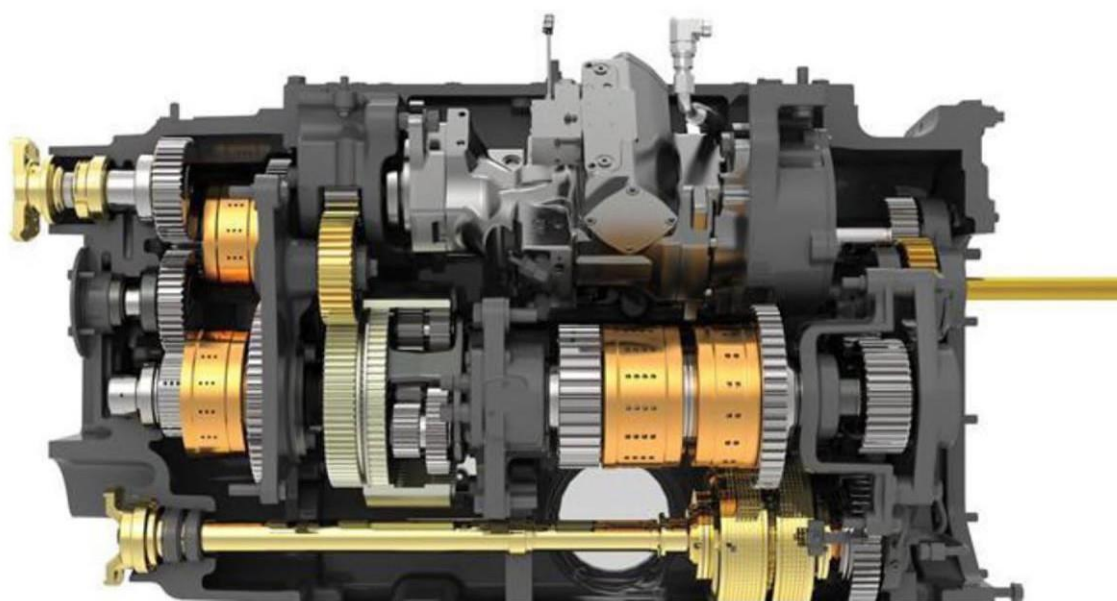

Рис.3 Коробка передач Power Shift трактора Case Magnum 315
5. По рис. 3 описати роботу секції паливного насоса.